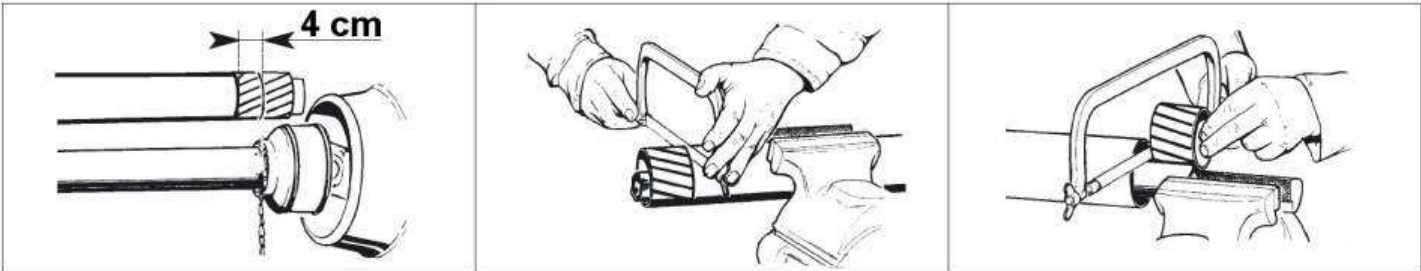

Fig. 3
- un indicateur rouge permet de vérifier depuis la cabine du tracteur que le châssis est verrouillé en position de travail (fig. 3, B).
- A red indicator light allows you to check, from the tractor cab, that the frame is locked in operating position (fig. 3, B).
- Dank eines roten Anzeigers kann vom Führerstand des Traktors aus geprüft werden, ob der Rahmen in Arbeitsposition verriegelt ist (Abb. 3, B).
- un indicador rojo permite comprobar desde la cabina del tractor que el chasis está fijado en posición de trabajo (fig. 3, B).